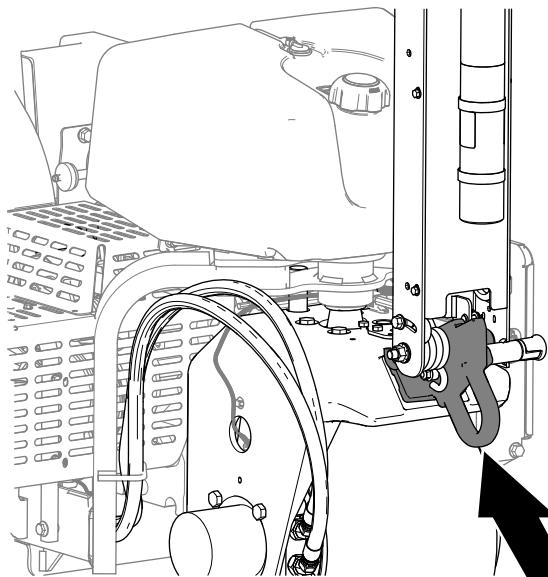

図 117
6. 牽引する場合は、マシン前部にあるロープ掛け用のアイを使用する**図 117**。